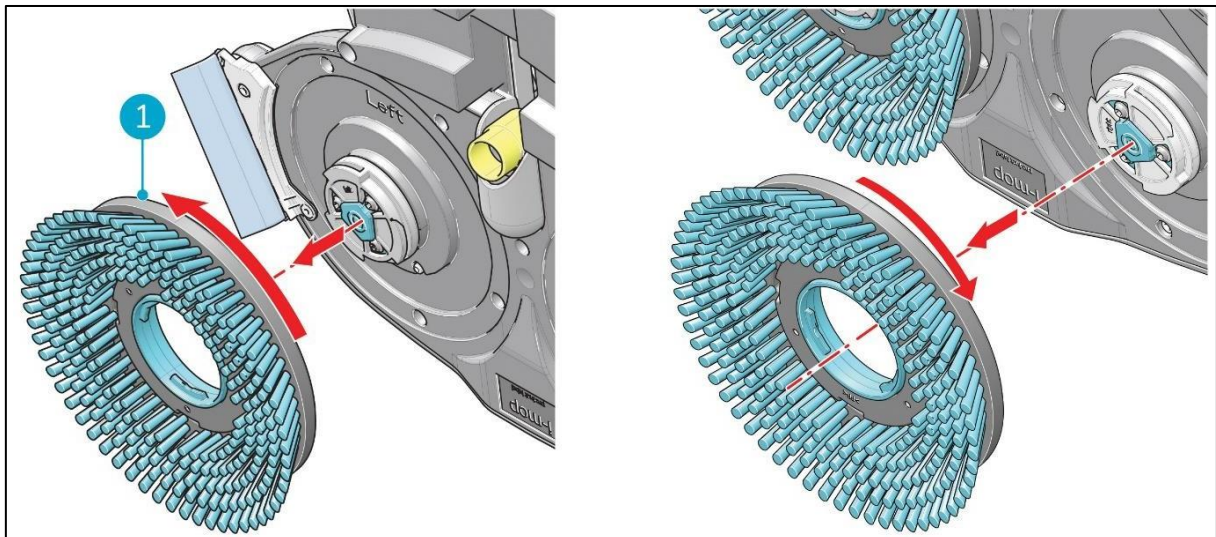

Abbildung 23
3. Drehen Sie mit der anderen Hand die linke Bürste (Abbildung 23, Pos. 1) gegen den Uhrzeigersinn, bis Sie einen Widerstand spüren oder sehen, dass sich die Motorscheibe mitdreht.